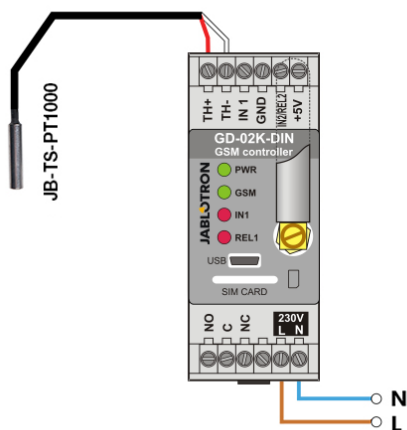

Figura 4: Monitorización de temperatura.
- Tenga en cuenta la polaridad correcta cuando conecte el sensor de temperatura (cable rojo =TH+, cable blanco =TH-), ver Figura 4.